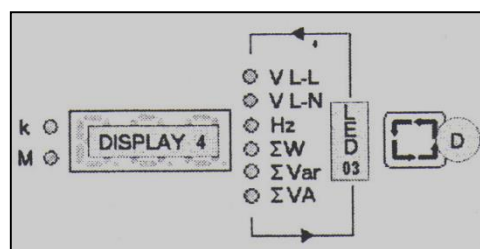

Fig. 14 Visualización de Funciones
- Mediante el botón D es posible seleccionar una de las tres funciones del grupo LED 03 y visualizarlas en el DISPLAY 4, fig. 14.